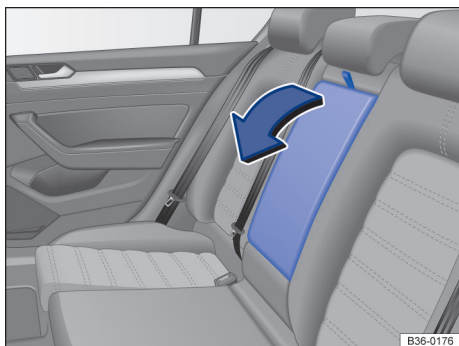

Fig. 100 Descansa-braço central traseiro rebatível.
- Para *rebat*er para frente: puxar a alça no sentido da seta → Fig. 100.
- Para *rebat*er de volta: rebater o descanso-braço central no sentido contrário da seta → Fig. 100 para cima e pressionar para dentro do encosto do banco até o batente.